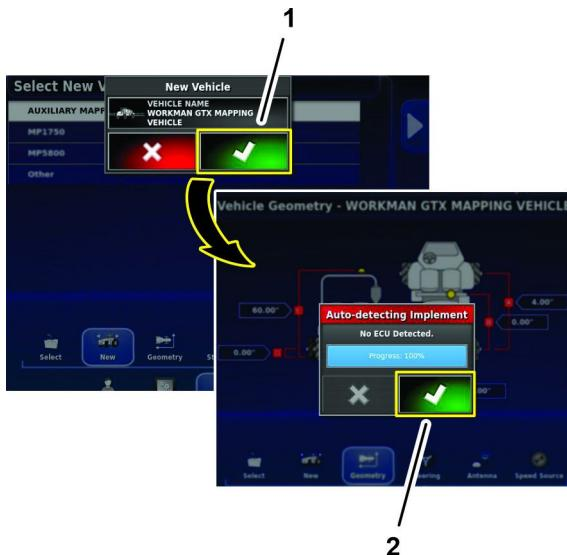

图 187
7. 在新车辆对话框中按“确认”图标图 187。
8. 在自动检测机具对话框中图 187 按“确认”图标。